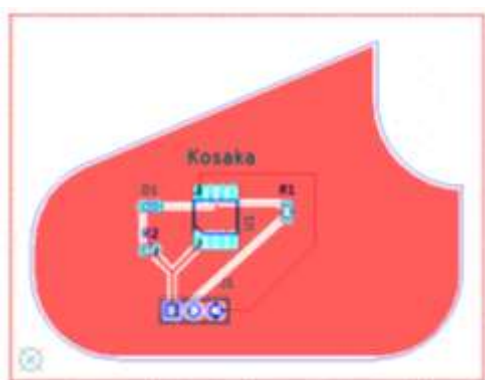

図 T2-1
- (1) 基板外形の外側をベタグラウンド領域で囲みます。図 T2-1
外形線の内側にベタグラウンドが自動生成されます。図 T2-1